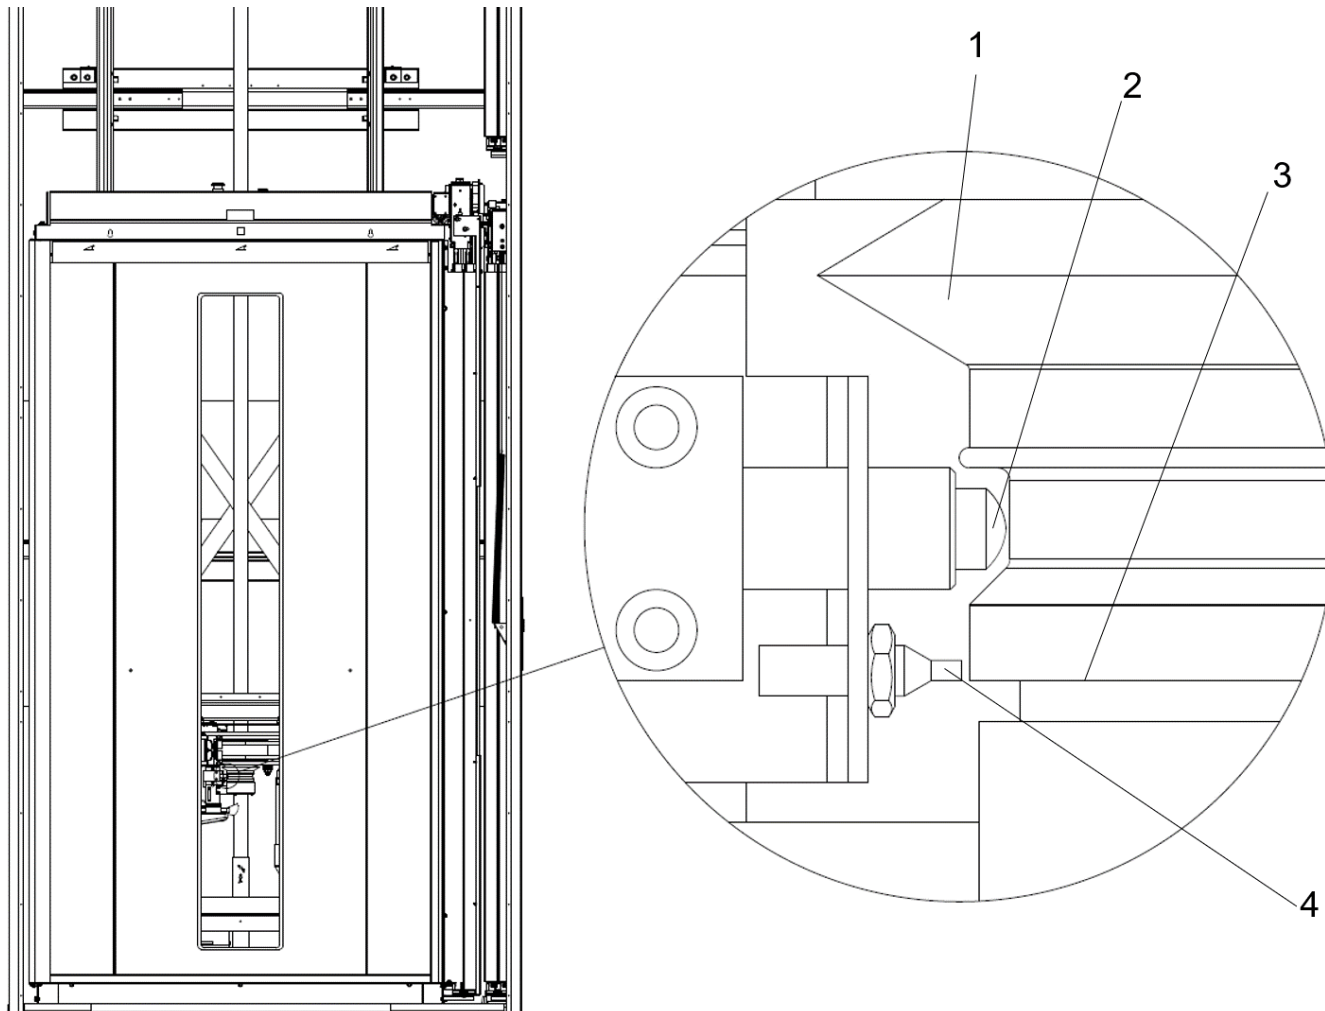
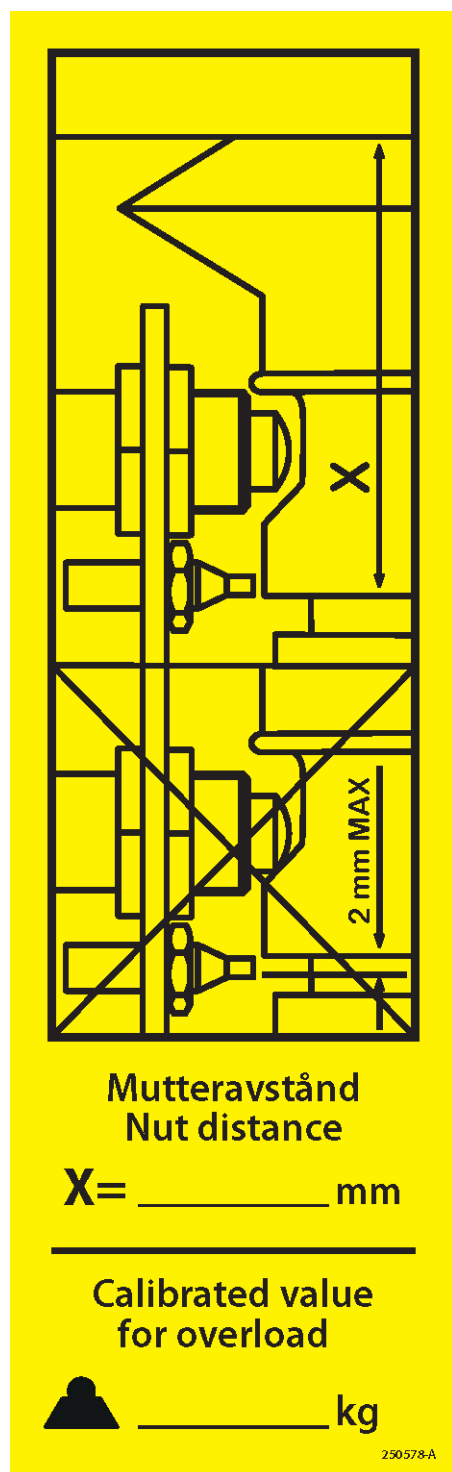

Fig. 28 Avläsningstolkens position och säkerhetsmuttern
Fig. 29 Lyftmutterns avstånd
På en ny enhet ska den nedre kanten hos mutteravläsningstolken, placerad nedanför mutterbrytaren, ligga i linje med säkerhetsmutterns nedre kant, se Fig. 28. När den övre kanten hos mutteravläsningstolken ligger i linje med säkerhetsmutterns nedre kant, är slitaget mer än 2 mm, och drivenheten måste bytas, se Fig. 29.
Om lyftmuttern slits ut helt kommer hisskorgen att falla ned på säkerhetsmuttern. Mutterbrytaren (2), se Fig. 28, kommer att bryta strömmen och hissen stannar. Om detta inträffar måste hissen nödsänkas till stannplanet och auktoriserad servicepersonal tillkallas.
2. Inställning av mutteravläsningstolken efter byte av lyftmuttern och mätning av avståndet mellan säkerhetsmuttern och drivenhetens nedre kant, märkt X på etiketten som är placerad bakom serviceluckan, se Fig. 29. Anteckna det nya X-värdet på etiketten.
4. Testa att mutterbrytaren (2) på drivmuttern bryter, med användning av mätverktyget som levereras med hissen.